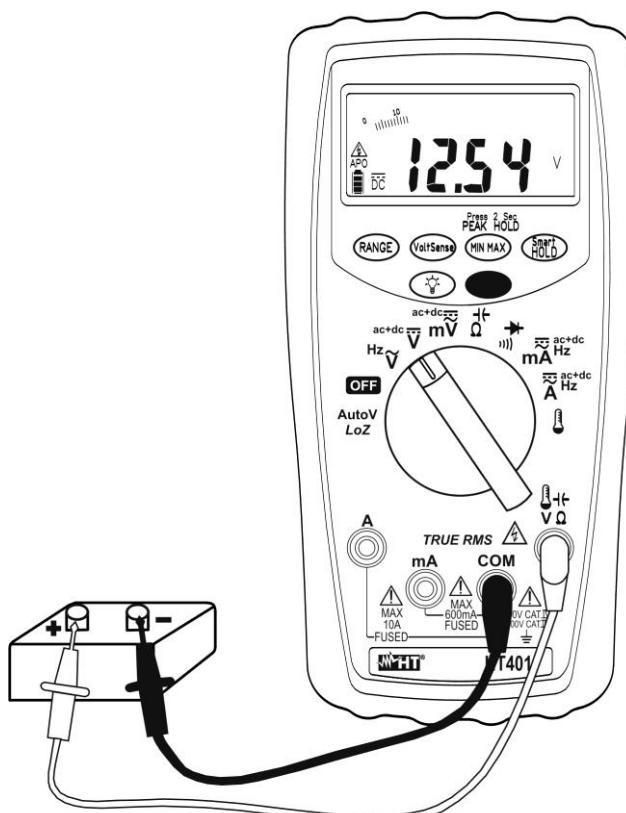

Fig. 2: Uso dello strumento per misura di Tensione DC
5. Posizionare il puntale rosso ed il puntale nero rispettivamente nei punti a potenziale positivo e negativo del circuito in esame (vedere la Fig. 2). Il valore della tensione è mostrato a display
7. La visualizzazione del simbolo "-" sul display dello strumento indica che la tensione ha verso opposto rispetto alla connessione di Fig. 2